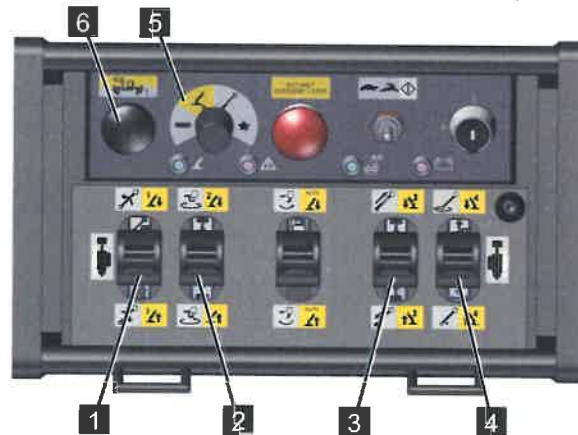

Abb. 135
3. Den Funktionswahlschalter auf [Stützenfunktion] (gelb) (Abb.135/5) stellen.
4. Den Kollisionstaster (Abb.135/6) gedrückt halten.
5. Mit den Steuerhebeln (Abb.135/1,2,3 und 4) die gewünschte(n) Stütze(n) gemäß nachfolgender Tabelle bedienen.
| Steuerhebel (Abb.135/1) |  | Stütze 1 fährt ab |
| Steuerhebel (Abb.135/2) |  | Stütze 2 fährt ab |
| Steuerhebel (Abb.135/3) |  | Stütze 3 fährt ab |
| Steuerhebel (Abb.135/4) |  | Stütze 4 fährt ab |